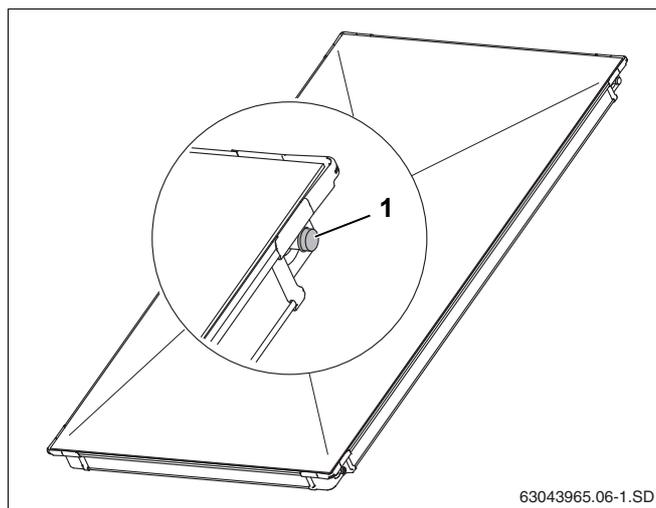

Рис. 6 Крышки на штуцерах коллектора
- ▶ Снимите пластмассовые крышки (рис. 6, поз. 1) только непосредственно перед монтажом.